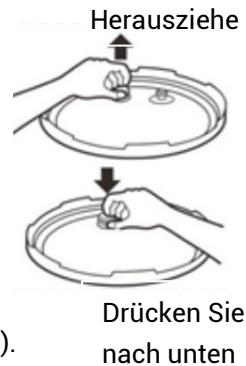

Abbildung 18
2. Verwenden Sie einen nicht scheuernden Schwamm oder ein feuchtes Tuch, um das Gehäuse (13) zu reinigen. Tauchen Sie das Gehäuse (13) NIEMALS in eine Flüssigkeit und gießen Sie keine Flüssigkeit hinein.
3. Entfernen Sie den Kondenswasserbehälter (12), spülen Sie ihn gründlich aus und lassen Sie ihn trocknen. Reinigen Sie das innere Hauptgehäuse (13) und den oberen Ring (9) mit einem feuchten Schwamm oder Tuch.
4. Entfernen Sie das Druckbegrenzungsventil (3), indem Sie es fest nach oben ziehen. Mit warmem Wasser abspülen und trocknen.
5. Reinigen Sie den Deckel (2) mit warmem Seifenwasser, einschließlich der Gummidichtring (18), des Filters (17), des Ventils, des Sicherheitsventils (4) und lassen Sie ihn gründlich trocknen.
6. Auf der Unterseite des Deckels unterhalb des Überdruckventils (3) befindet sich ein kleiner Metallfilter (17), der zum Reinigen leicht entfernt werden kann (Abbildung 18).
8. Spülen Sie den Innentopf (6), das Gitter (20) und den Hartglasdeckel (21) mit einem nicht scheuernden Schwamm und lassen Sie sie an der Luft trocknen oder verwenden Sie ein Tuch. Es wird nicht empfohlen, einen Topfreiniger zu verwenden, der die antihaftbeschichtete Oberfläche des Innentopfs (6) zerkratzen könnte.
Entfernen Sie den Filter (17), indem Sie ihn senkrecht nach oben ziehen und reinigen Sie ihn. Um den Filter wieder anzubringen, setzen Sie einfach den Filter (17) wieder ein und drücken Sie ihn nach unten, um ihn zu verriegeln (Abbildung 18).